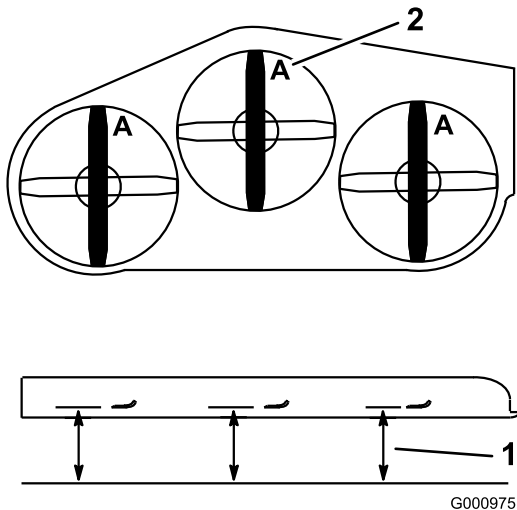

Figura 85
3. Gire las cuchillas hasta que los extremos estén orientados hacia adelante y hacia atrás (Figura 85). Mida desde una superficie nivelada hasta el filo de corte, posición **A**, de las cuchillas (Figura 85). Anote esta dimensión.